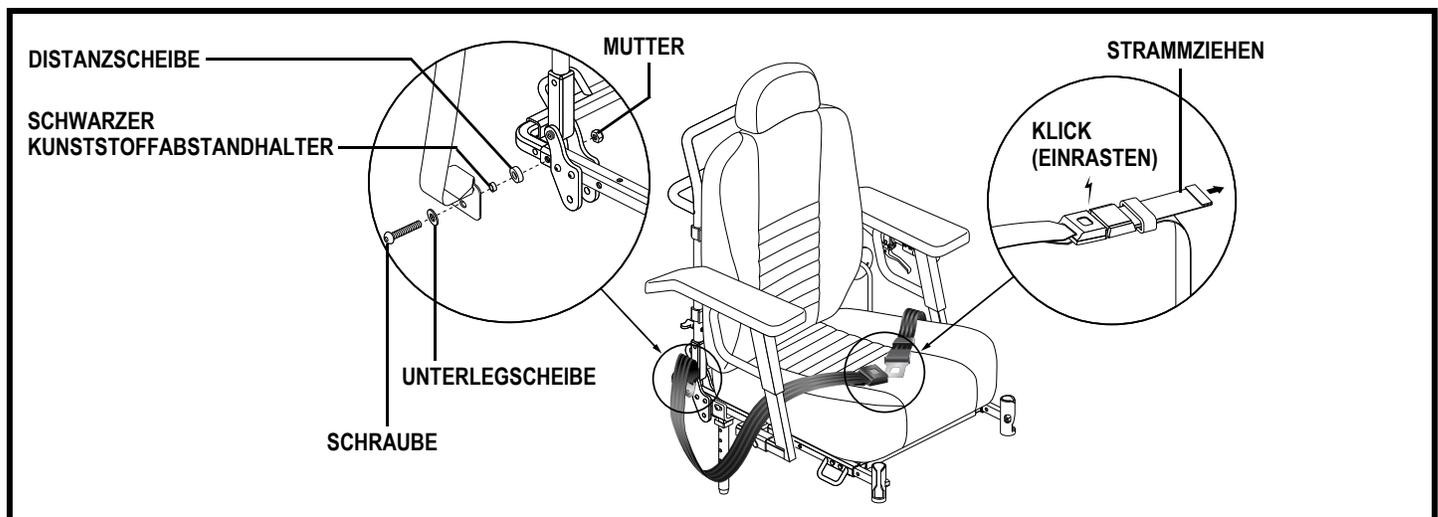

Abb. 20. Einbau und Anpassung des Rückhaltegurtes
Ein Kraftfahrzeug-ähnlicher Rückhaltegurt steht Ihnen für Ihren Elektrorollstuhl als Zusatzausstattung zur Verfügung. **Siehe Abbildung 20.** Der Rückhaltegurt wurde entworfen, um den Benutzer so zu unterstützen, dass er/sie nicht nach vorne oder aus dem Sitz rutscht. Der Rückhaltegurt ist nicht zum Gebrauch als Rückhaltesystem entwickelt worden.
1. Führen Sie die Schraube durch die Unterlegscheibe und Befestigungswinkel am Ende des Rückhaltegurtes. **Siehe Abbildung 20.**